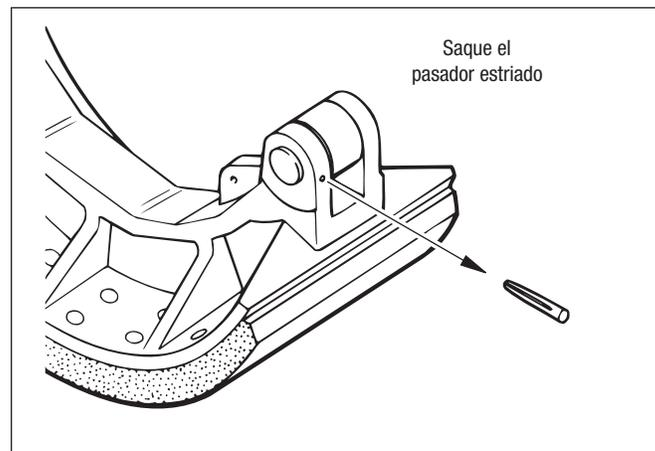

Figura 28 – Desmontaje de pasador estriado
9. No retire el rodillo de la zapata de freno, a menos que: el rodillo no ruede libremente; hay puntos planos en el rodillo; o hay más de 0.025" de holgura entre el rodillo y el pasador. Si es necesario quitar el rodillo, use un punzón de acero para sacar el pasador estriado, luego empuje el pasador fuera de la zapata. Deseche el rodillo y el pasador. Consulte la figura 28.